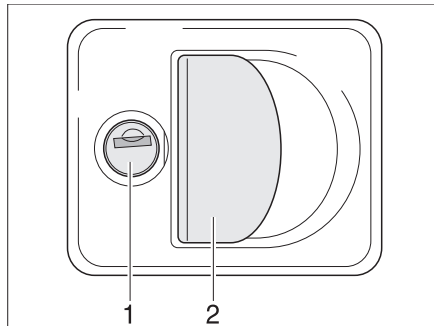

Fig. 26 Serrure du portillon avec poignée
- Insérer la clé dans le barillet (Fig. 26,1) et la tourner d'un quart de tour. La serrure du portillon est déverrouillée.
- Tirer sur la poignée (Fig. 26,2). Le portillon extérieur est ouvert.